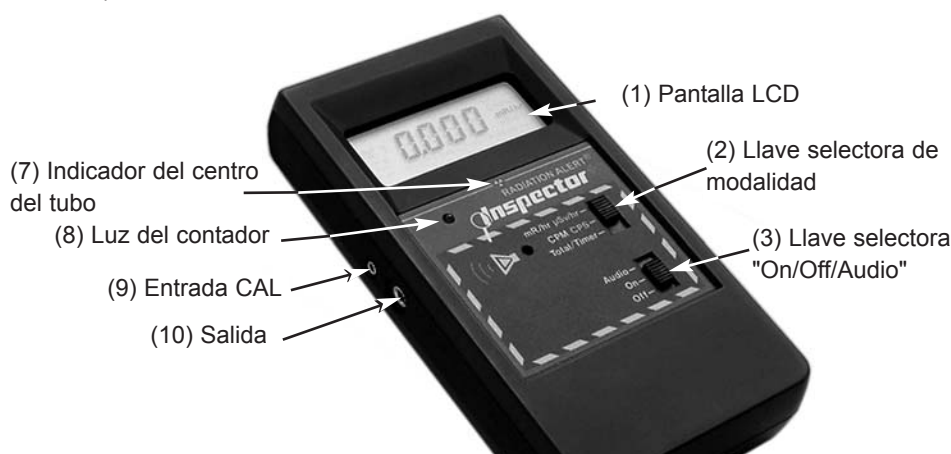

Ilustración 1 Vista frontal
Llave selectora de modalidad [Ilustración 1 (2)]
El Inspector⁺ posee un tubo Geiger de 2 pulgadas de longitud (5,1 cm), comúnmente llamado "tubo panqueque". La pantalla de la parte posterior del Inspector⁺ se llama "ventanilla" (ver Ilustración 4). Esta ventanilla permite que las radiación alfa y las radiaciones beta y gamma de baja energía, que no pueden traspasar la cubierta de plástico, penetren la superficie de mica del tubo. El pequeño símbolo de radiación [Ilustración 1 (7)] de la etiqueta delantera indica el centro del tubo Geiger.
El acceso de **Entrada Cal (Ilustración 1 (9))** se utiliza para calibrar electrónicamente el instrumento con un generador de impulsos. Para obtener más detalles, refiérase a "Calibración Electrónica" en el Capítulo 5.